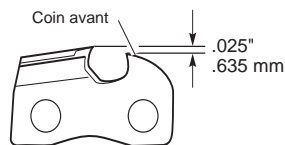

Figure 25 - Arrondir le coin avant du limiteur de profondeur
3. Retirer l'outil. Avec la lime plate, arrondir le coin avant du limiteur de profondeur (voir la Figure 25).